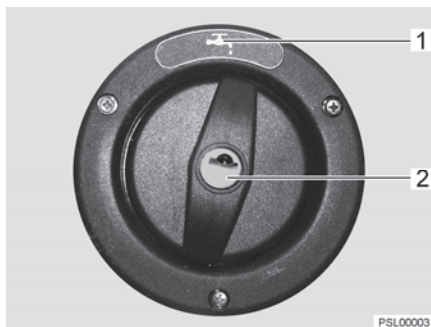

Bild 71 Lock för påfyllningsöppningen för dricksvatten
Påfyllningsöppningen för dricksvatten är märkt med symbolen "🔑" (Bild 71,1). Locket låses och låses upp med nyckeln till de utvändiga låsen (utvändiga luckorna).
- Stick in nyckeln i låscylindern (Bild 71,2) och vrid ett kvarts varv moturs.
- Öppna påfyllningsöppningen för dricksvatten (Bild 71).